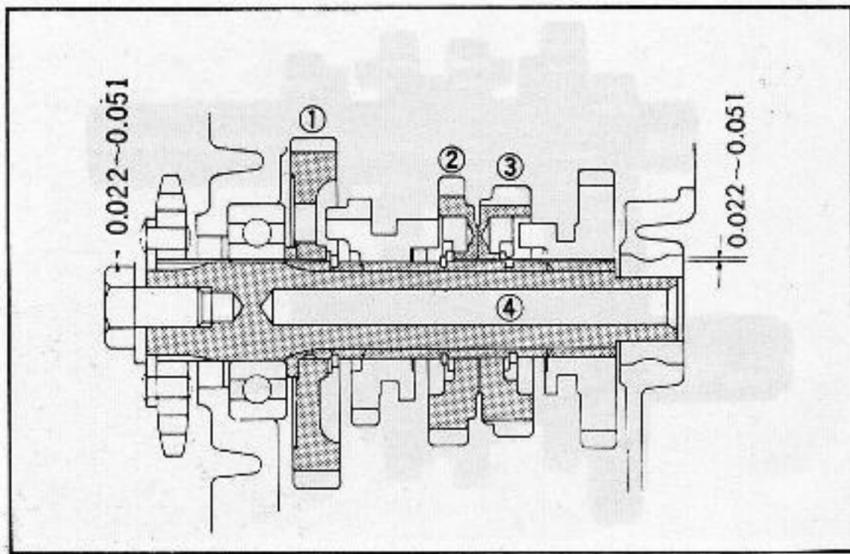

Abb. 3.90 Spiel zwischen Vorgelegewelle und 1., 3. und 4. Gangrad
- ① Schaltgabel
- ② Schaltwelle
(5) Spiel zwischen Vorgelegewelle und 3. und 4. Gangrad (Abb. 3.90)
(6) Spiel zwischen Vorgelegewelle und 1. Gangrad (Abb. 3.90)